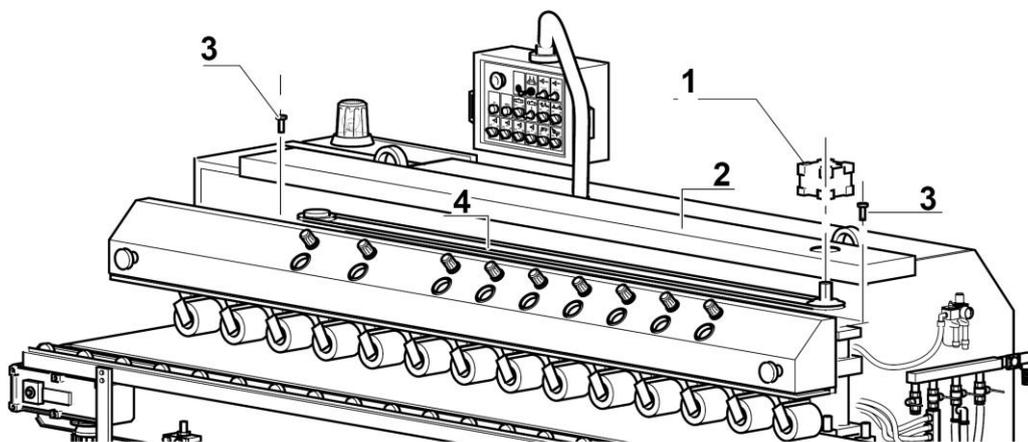

Fig. 37
1. Enlever le motoréducteur de contrôle du presseur en dévissant les vis de fixation à la base (Fig. 37/1);
2. Enlever le carter de chaîne de protection (Fig. 37/2) en dévissant les deux vis de fixation (Fig. 37/3).
3. Graisser par un pinceau uniformément (Fig. 37/4). On conseille graisse ROL OIL "ALCOPLEX/2", ou une équivalente d'autre marque.